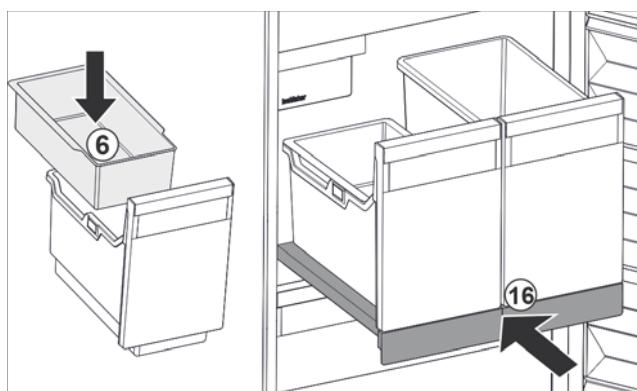

Fig. 35
- Вставьте навесной лоток Fig. 35 (6) для кубиков льда.
- Вставьте выдвижную панель с контейнером (IceTower). Fig. 35 (16)